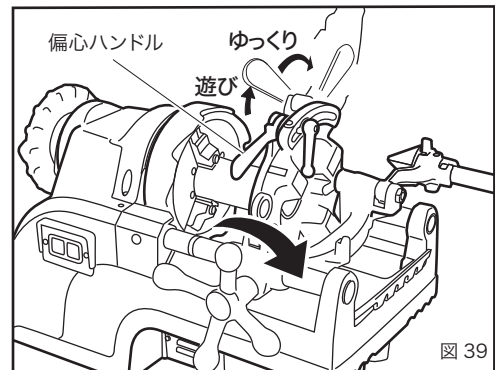

図 39
- ④ねじが規定の寸法まで切れましたら、偏心ハンドルを徐々に矢印の方向に持ち上げてチェーザを開きねじを切り上げます。(このとき急激にチェーザを開くとねじに段差がつき、ねじの仕上りが悪くなります。)(図 39)
- ⑤送りハンドルでダイヘッドをパイプから離せばねじ切りは完了です。ダイヘッドを上位置に起こすと油は止まります。